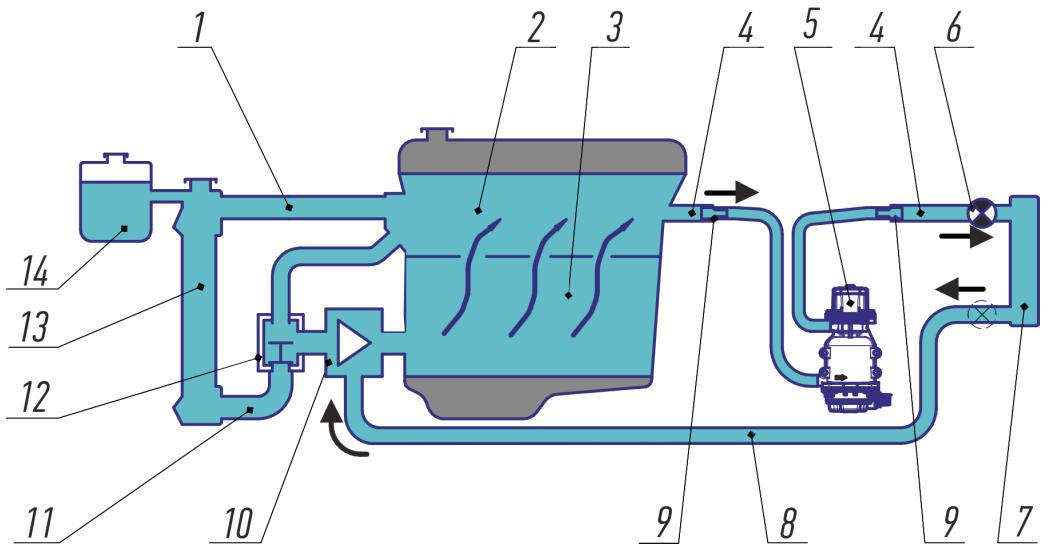
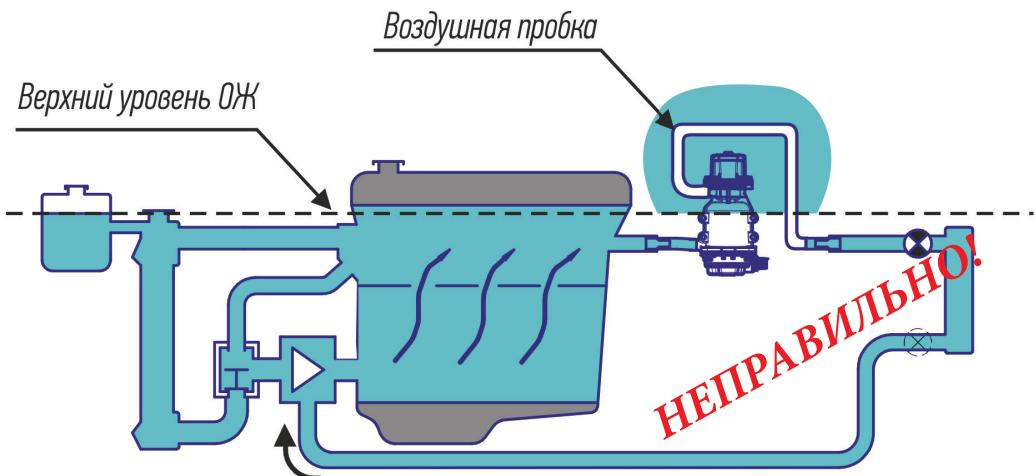

Рисунок 3
Рисунок 4
6.6 В состав комплекта входят детали и материалы, позволяющие произвести монтаж подогревателя на автомобиле по схеме, представленной на рис. 3. Подключение подогревателя к контуру циркуляции ОЖ производится через шланг подачи ОЖ от двигателя к радиатору отопителя салона независимо от расположения термостата.
6.7 Подогреватель должен быть установлен строго в вертикальном положении (насос вверху, рис. 3). Для исключения образования воздушных пробок в подогревателе (см. рис. 4), он должен быть установлен в максимально возможном нижнем положении (схематически показано на рис. 3).
ВНИМАНИЕ! Для автомобилей оснащенных инновационной системой терморегулирования ITM (ряд бензиновых двигателей TSI, FSI и дизельных TDI концерна Volkswagen) монтаж подогревателя по схеме рис. 3 через отопитель салона не допускается из-за наличия в системе управляемых электромагнитных клапанов.